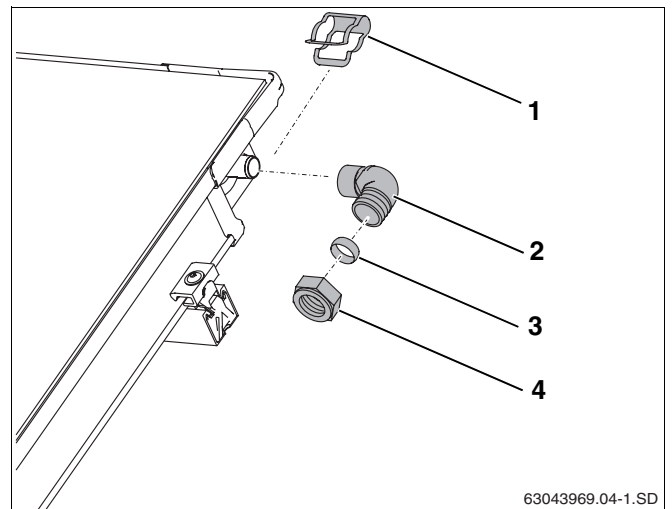

Fig. 57 Montar a tubagem de avanço (sem purgador no telhado)
- ▶ Colocar o cotovelo (fig. 57, **item 2**) com o anel de aperto e a porca sobre a ligação do colector.
- ▶ Fixar o cotovelo com grampo (fig. 57, **item 1**).